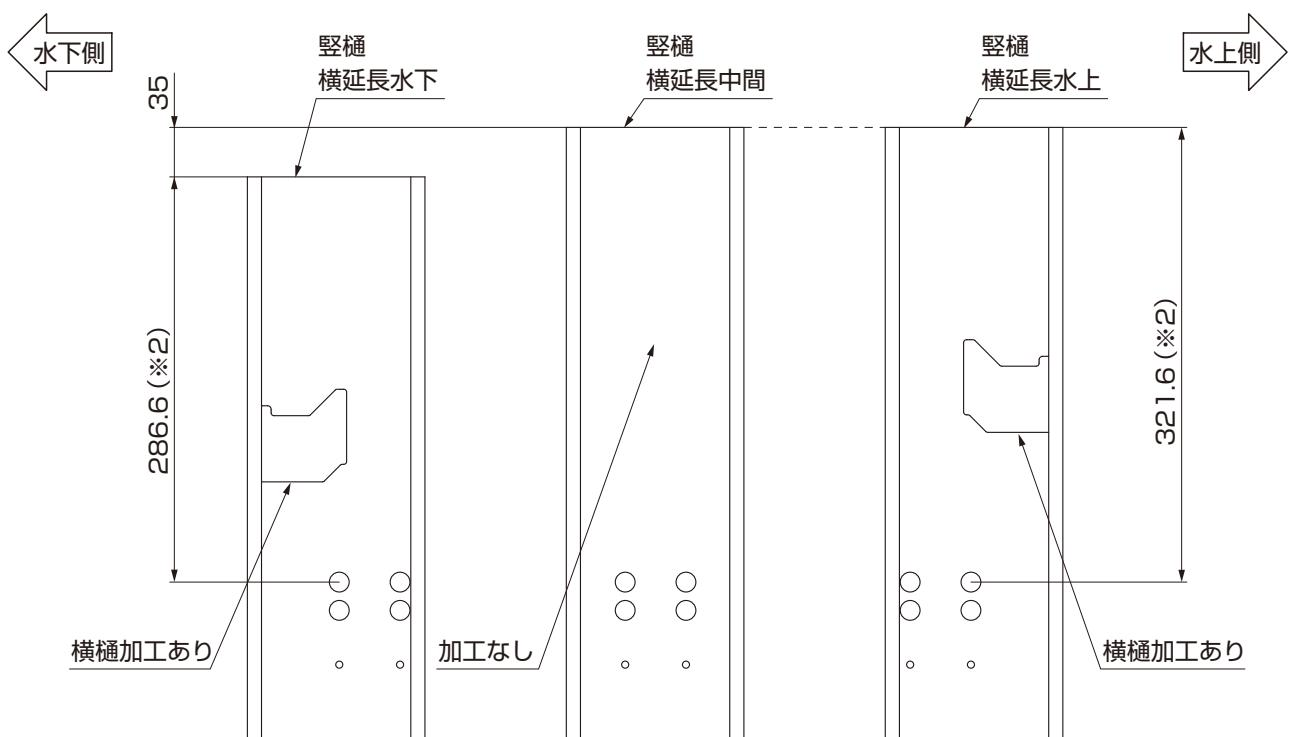

図18-14
- 豊は取付け位置によって種類が違います。取付け位置(※2)を確認してください。(図18-14参照)